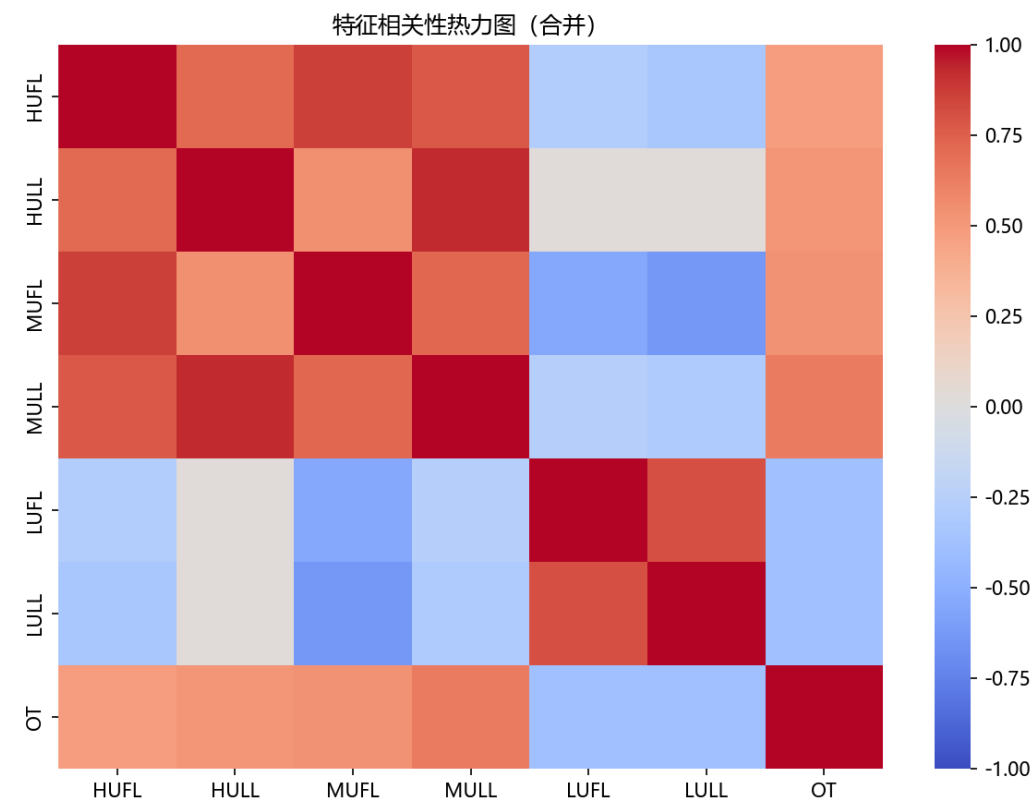

图 1 特征相关热力图
1.3.1 相关性分析：通过热力图(如图 1)分析各特征间的相关关系，发现 HUFL、HULL、MUFL、MULL 之间存在强正相关性（相关系数 $>0.8$ ），而 OT 与 LUFL、LULL 呈现负相关关系（相关系数约 $-0.3$ 至 $-0.5$ ）。